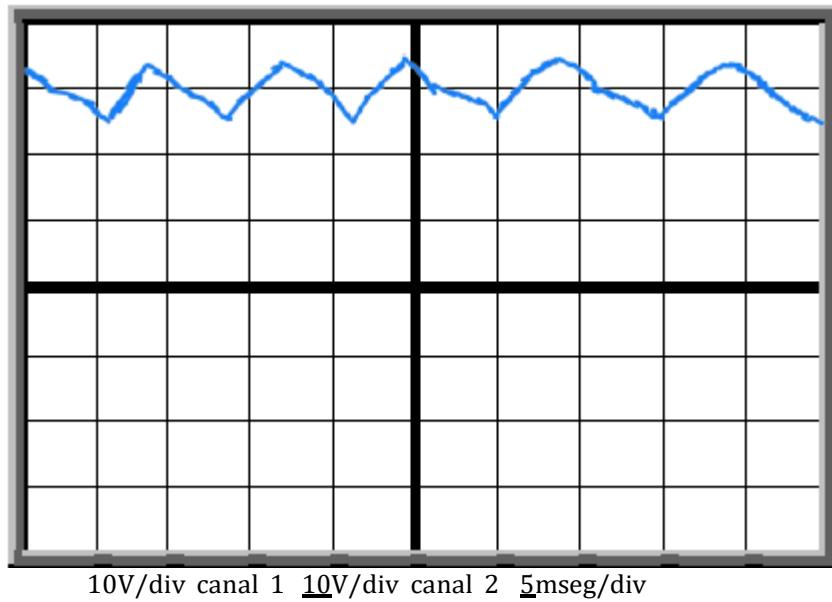

Fig. 1.20. Gráfica del voltaje de salida del rectificador de onda completa tipo puente con filtro utilizando un capacitor de  $470 \mu\text{F}$ .
- c) Desconectar el canal 1 del osciloscopio y medir el voltaje de salida ( $V_0$ ), colocando el canal 2 entre los nodos 3 y 0, graficar las señales que se obtienen a la salida del rectificador de la Fig. 1.20, ambos canales deben de estar en el modo de CD. De la señal del canal 2 medir el voltaje máximo ( $V_{max}$ ), el voltaje mínimo ( $V_{min}$ ) y el voltaje de salida ( $V_0$ ), además calcular la corriente de salida ( $I_0$ ), registrar los valores obtenidos en la Tabla 1.12.